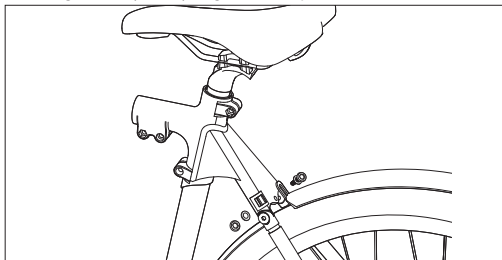

Figura 6-1
- Después de alinear el guardabarros con el agujero del tornillo, vuelva a apretar los tornillos de montaje para fijarlo en la unión del tubo del asiento, como se muestra en [Figura 6-1].